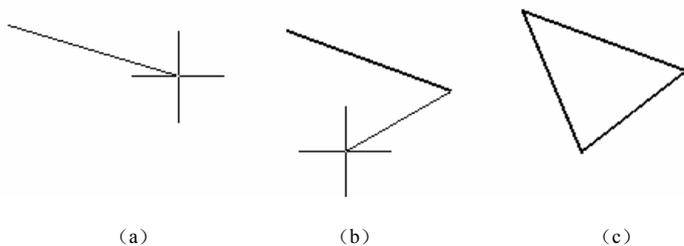

图 1-8 直线命令的操作过程
(1) 选择下拉菜单中的“绘图”|“直线”选项，输入绘制直线命令。
(2) 系统提示“line 指定第一点:”，移动光标在绘图窗口任意位置单击一下。
(3) 系统提示“指定下一点或〔放弃(U)〕:”，此时移动光标，系统将显示从直线的起点至光标当前位置的一条动态直线，如图 1-8 (a) 所示。单击鼠标，便可绘制出该直线。
(4) 系统提示“指定下一点或〔放弃(U)〕:”，移动光标并单击绘制第二条直线，如图 1-8 (b) 所示。
(5) 系统提示“指定下一点或〔闭合(C)/放弃(U)〕:”，输入“C”后按 Enter 键，最后操作结果如图 1-8 (c) 所示。